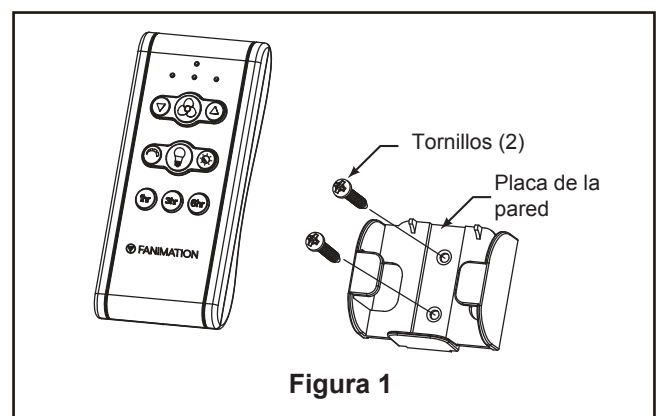

Figura 1
1. Alinee la lengüeta ancha de la unidad del motor a la muesca ancha de la unidad de soporte del ventilador. Asegure cuidadosamente la unidad del motor en las ranuras de montaje en el soporte del techo girándolo en el sentido de las agujas del reloj. Asegúrese de que todo el cableado y receptor se introduce adecuadamente en la cubierta del techo y que no se presiona ningún cable. Una vez que la motor está colocada y alineada con el techo, vuelva a colocar el tornillos retirados previamente y asegure los tres tornillos. (Figura 1)
1. Coloque las palas a través de las ranuras en la cubierta del motor y fije la unidad del motor usando los 3/16"-24 Tornillo de cabeza troncocónica. Asegúrese de que los tornillos fijan adecuadamente las palas al centro del motor estando éstas colocadas correctamente. (Figura 1)
1. Extraiga uno de los tres tornillos del soporte ubicado en la parte inferior de la unidad del motor. Guárdelos para después y afloje levemente los otros dos tornillos. (Figura 1)
- 1. IMPORTANTE:** El uso de un regulador de la intensidad completa (no incluido) para controlar la velocidad del ventilador dañará el dispositivo. Para reducir el riesgo de incendio o descarga eléctrica, no utilice dicho regulador para controlar la velocidad del ventilador. (Figura 1)
1. Instalación de la placa de la pared: (Figura 1)